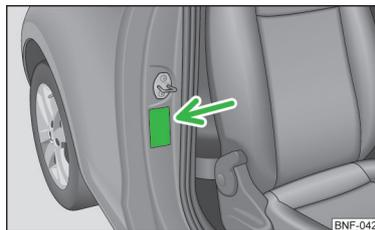

Fig. 10
- Sur le montant B côté passager » fig. 10. L'autocollant est visible dès que la portière du passager est ouverte.